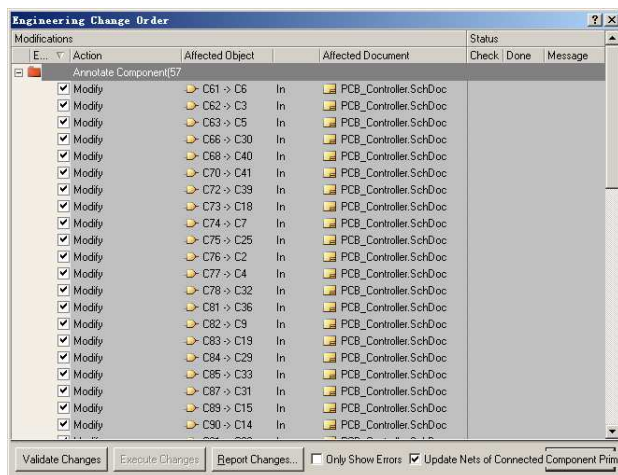

图 3.53 “Engineering Change Order”对话框
(2)在“Annotate”对话框中设置元件自动编号规则，单击“Accept Changes(Create ECO)”按钮，打开如图 3.53 所示的“Engineering Change Order”对话框。